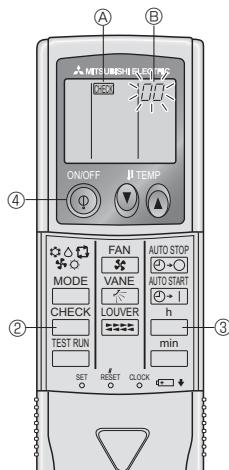

Fig. 7-4
7.3.2. Per il regolatore a distanza senza fili (Fig. 7-4)